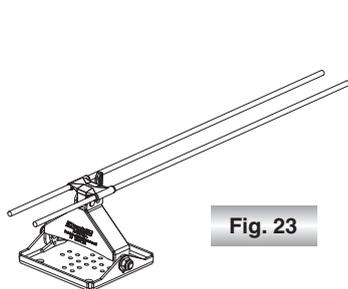

Fig. 23
- 1) Introducir el extremo de los dos cables en la segunda ancla de extremo, Fig. 23. Si es necesario, cortar los cables a aproximadamente un metro más allá de la segunda ancla de extremo.